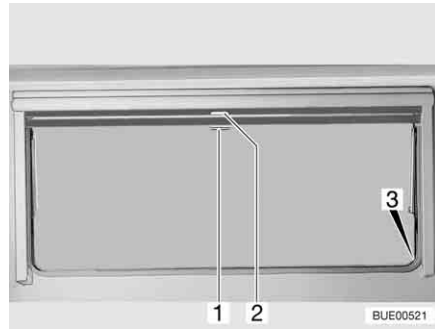

Fig. 70 Ventana abatible
- Tirar del asidero (Fig. 70,2) de la persiana oscurecedora enrollable hacia abajo. Cuando la persiana oscurecedora enrollable se cierre por completo, encajarla en el bloqueo (Fig. 70,3) a ambos lados del marco de la ventana.
- Cuando la persiana oscurecedora enrollable está completamente cerrada: Presionar el tirador (Fig. 70,2) hacia abajo y tirarlo ligeramente hacia dentro. Desenganchar la persiana oscurecedora enrollable de los bloques a izquierda y derecha del marco de la ventana.
- Cuando la persiana oscurecedora enrollable se encuentre en una posición intermedia: Tirar ligeramente del asidero (Fig. 70,2) hacia abajo, hasta que se hay soltado el bloqueo.
- Tirar hacia abajo de la mosquitera enrollable (Fig. 70,1) y engancharla en el bloqueo (Fig. 70,3) a ambos lados del marco de la ventana.
- Presionar el tirador (Fig. 70,1) hacia abajo y tirarlo ligeramente hacia dentro. Desenganchar la mosquitera enrollable de los bloques a izquierda y derecha del marco de la ventana.